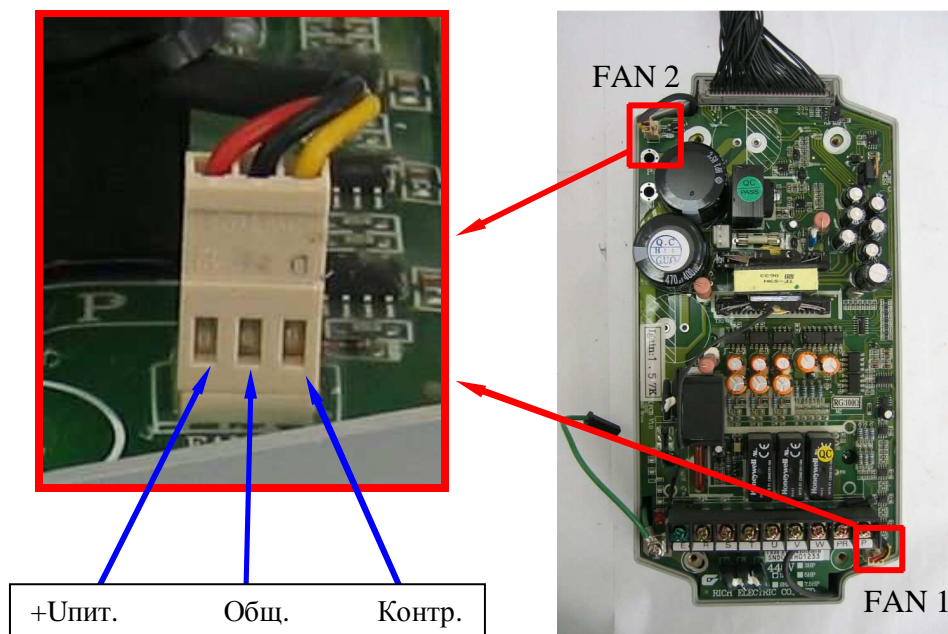

Рис. 4.12. Диагностика вентиляторов.
4.7.3. Измерить напряжение на разъёме FAN 1 между выводами Общ. и Контр. (см. рис. 4.12). У исправного вентилятора напряжение должно составлять менее 1 В. Если напряжение составляет 13...18 В - вентилятор считается неисправным и подлежит замене. Повторить измерения напряжения на разъеме FAN 2.
4.7.4. Если при подаче команды «Пуск» двигателя вентиляторы не вращаются, необходимо отсоединить разъемы вентиляторов от платы драйверов и проверить их вращение, подав напряжение =24 В от источника питания (п.3.4.2) между контактами +Упит и Общ. (рис.4.12). При отсутствии вращения – вентиляторы заменить.